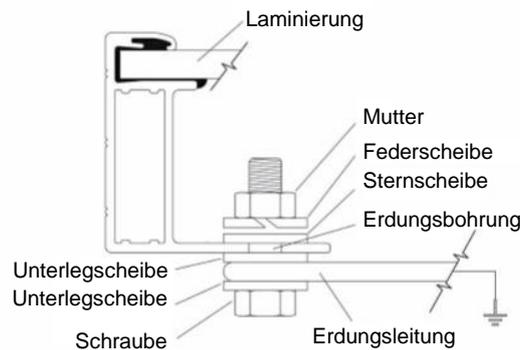

Abbildung 1
- Verwenden Sie M4-Schrauben und Unterlegscheiben, um das Erdungskabel und den Aluminiumrahmen durch die Erdungsbohrungen zu verbinden (wie in **Abbildung 1** gezeigt). Das Anzugsdrehmoment beträgt 3-7 Nm. Alle Muttern und Unterlegscheiben sollten aus rostfreiem Stahl bestehen.